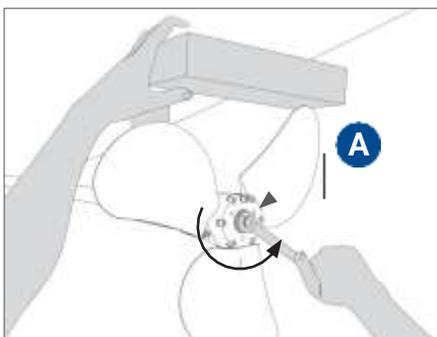
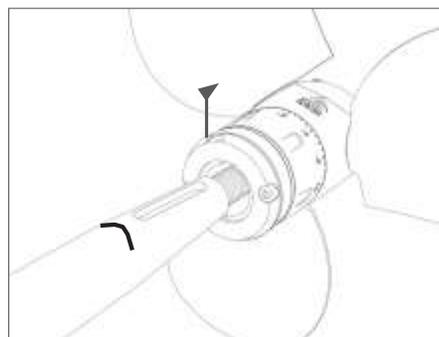

FIG. 10 Desenrosque la tuerca de apriete
FIG. 11 Extraiga la hélice del eje
- Desenrosque la tuerca **A** (**Fig. 10**) y extraiga la hélice (**Fig. 11**).